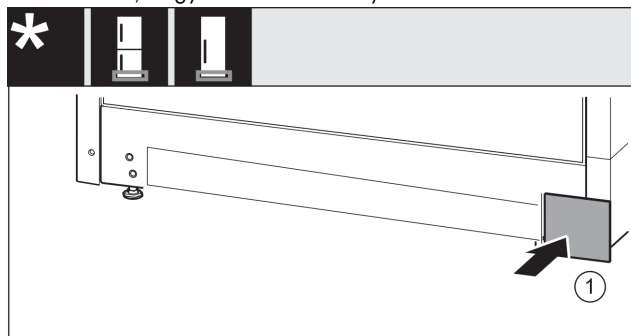

Fig. 33
- ▶ Tegye vissza a fedelet Fig. 33 (1) a másik oldalra.